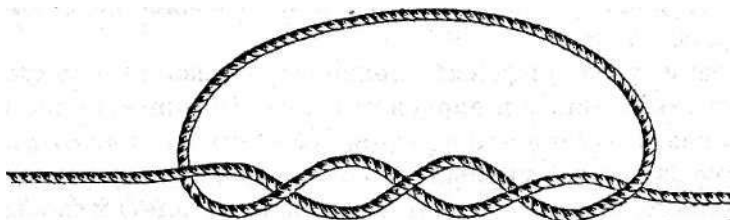

Рис. 5. Кровавый узел
**Кровавый узел** рис. 5 получил свое зловещее название от плетки, используемой для наказания матросов, концы шнуров которой были завязаны этими узлами. Они оставляли на их телах кровавые следы.